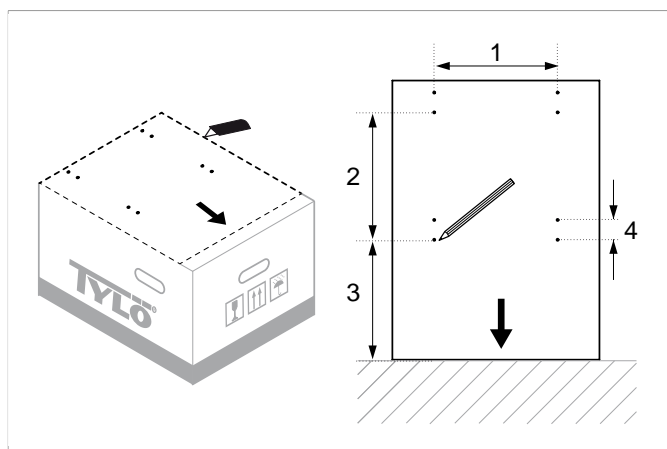

Рисунок 13: Шаблон для сверления
14. Используйте шаблон для сверления, чтобы отметить, где устройство должно быть расположено (см. **Рисунок 13**, страница 5). (Этот шаг не выполняется, если устройство напольное. См. отдельные инструкции для установки ножек устройства (опционально).)